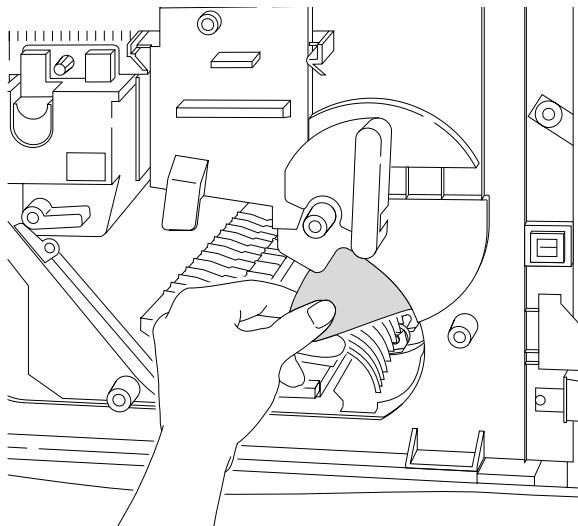

Figura 3-40 Carta rimossa da sotto l'unità tamburo
6. Se la carta inceppata è visibile, afferrarla e rimuoverla, come mostrato nella Figura 3-40.
7. Se la carta non è visibile, raggiungere l'area indicata nella Figura 3-40 e cercare di individuarla al tatto.